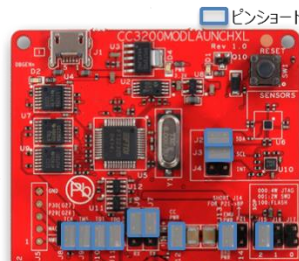

図 8 プログラム書き込み時の CC3200MOD LP ジャンパ設定
1. CC3200MOD LP のジャンパを図 8 のように設定し、PC と接続する